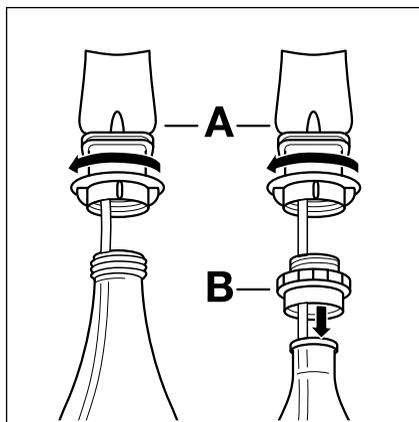

Fig. 16
- Avvitare il dosatore sulla bottiglia (**Fig. 16/A**).
- Dalla parte inferiore della mensola per bottiglie è inserito un adattatore speciale. Per le bottiglie senza filettatura, applicare prima l'adattatore sulla bottiglia in modo che sia fissato bene (**Fig. 16/B**) e poi avvitare il dosatore sull'adattatore.